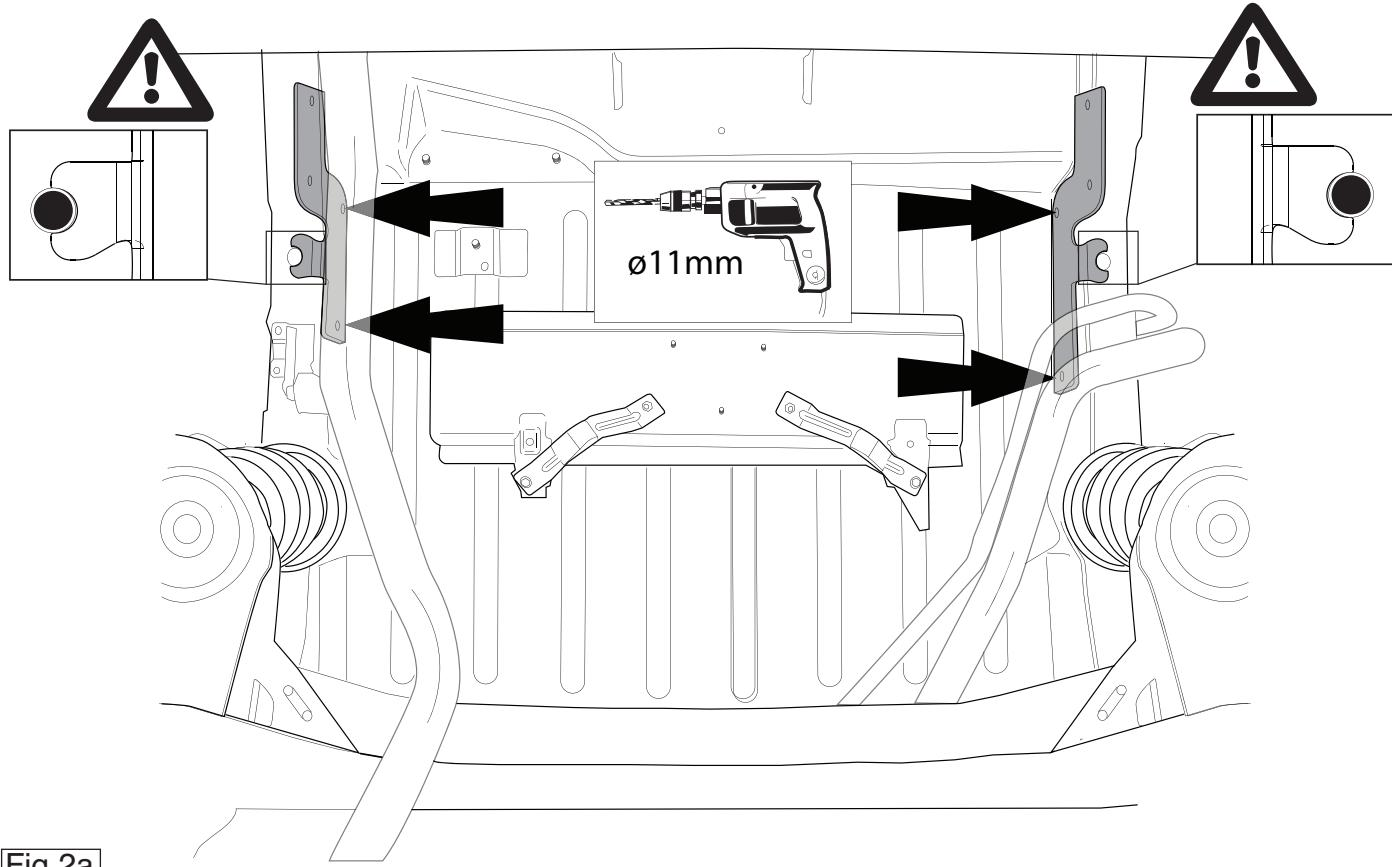

Fig.2a
5. Просверлить отверстия А диаметром 11 мм насквозь (см. рис. 2a).